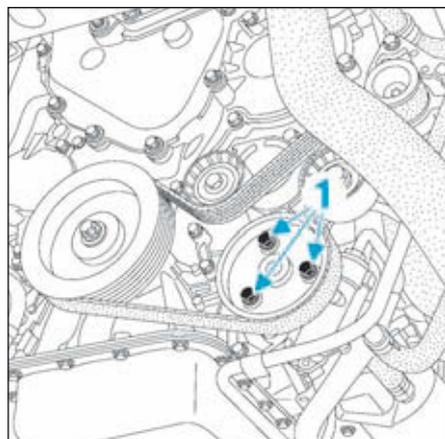

FIG.45
- Déposer les vis de fixation (1), la poulie de la pompe de direction assistée (Fig.45).